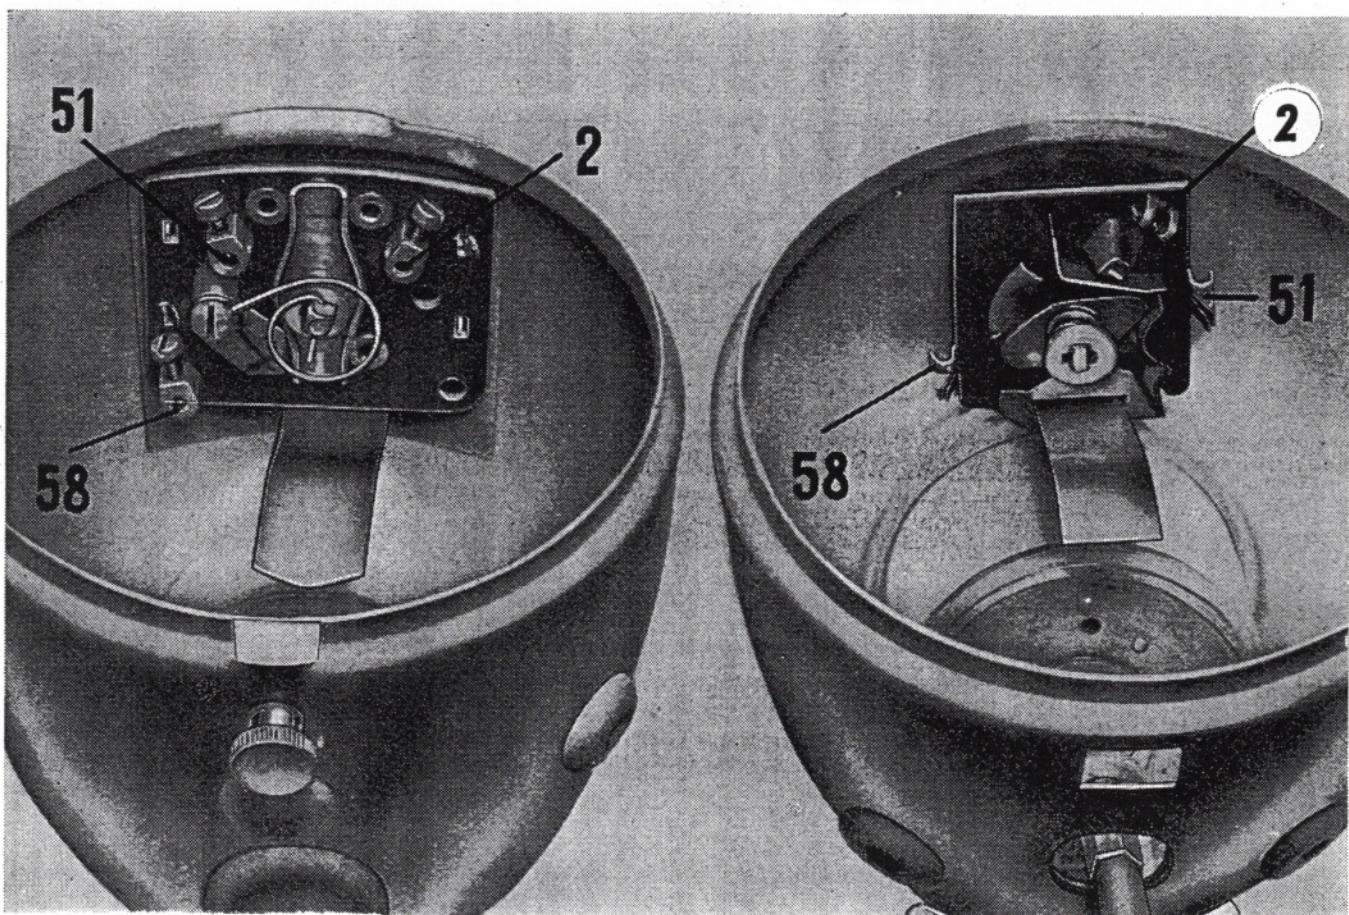

Abb. 84 Scheinwerfer geöffnet
Kurzschlußleitung oder Schalter im Scheinwerfer hat Masseschluß.	Kabel grün (2) (Abb. 84) im Scheinwerferklemmen und freilegen. Blanke Stellen suchen und isolieren.
Hinweis: Bei Scheinwerferausführung Hella (auf Abb. 84) werden die Kabel nur eingeklemmt.